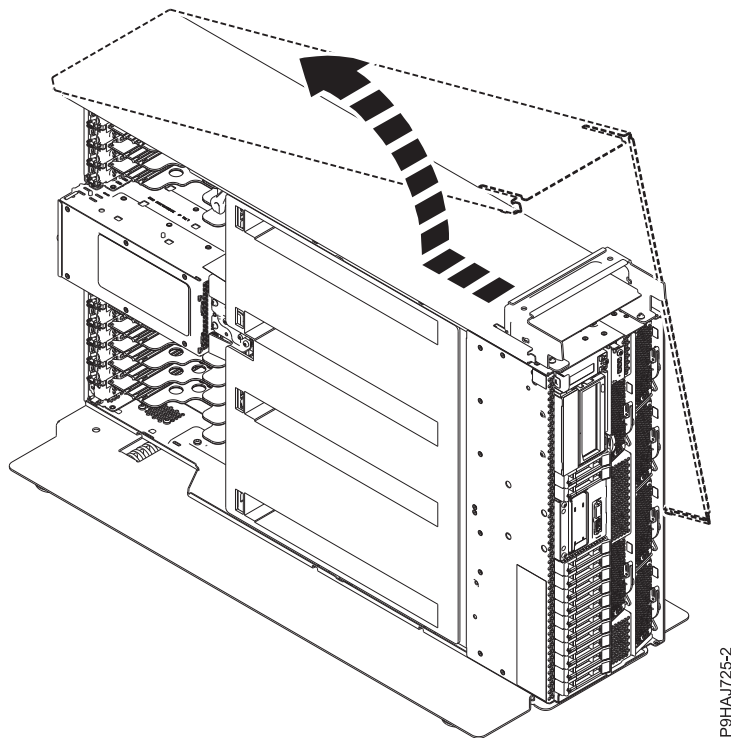

Abbildung 21. Seitenabdeckung ausbauen
6. Schieben Sie die Seitenabdeckung in der in Abb. 21 auf Seite 39 dargestellten Richtung vom System.